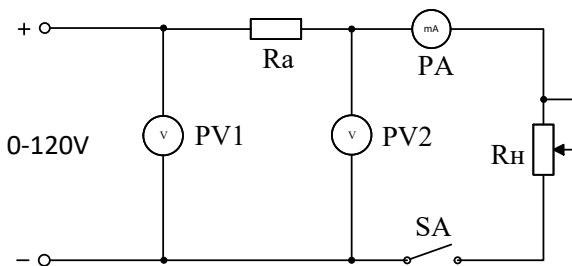

Рис.2.2 Модель ЛЭП постоянного тока
1.3. Изучить порядок выполнения работы. Подготовить бланк отчета, который должен содержать схему модели (рис.2.2), а также таблицы для внесения в них результатов измерения и расчета физических величин, характеризующих работу ЛЭП (см. разд. 3 "Порядок выполнения работы"), решение задачи из подраздела 1.2.
2.4. Схема цепи, которая служит лабораторной моделью для экспериментального исследования ЛЭП, показана на рис. 2.2.
3.1.1. Собрать цепь по схеме, приведенной на рис. 2.2. Представить схему для проверки.
3.2.1. В схеме на рис.2.2 $R_{\text{л}}$ и R_n поменять местами, т. е. в качестве $R_{\text{л}}$ включить резистор с регулируемым сопротивлением, а в качестве R_n включить два соединенных последовательно резистора по 100 Ом.